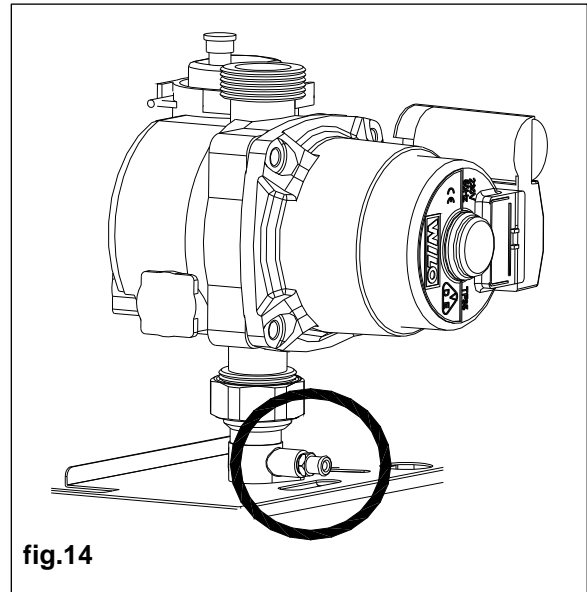

fig.14
-Pour vidanger uniquement la chaudière, fermer les robinets départ/retour du circuit de chauffage. Ouvrir le robinet de vidange (fig.14) placé dans le collecteur de la pompe sur la partie inférieure de la chaudière.
- ouvrir le robinet de vidange (fig.14)